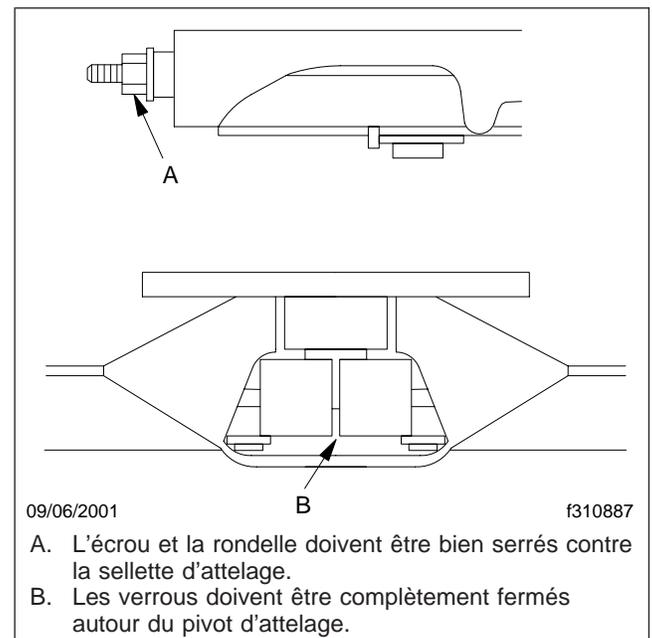

Fig. 4, Sellette d'attelage Holland bien fermée
3. À l'aide d'un testeur de verrouillage du pivot d'attelage Holland, numéro de pièce TF-TLN-1000 ou TF-TLN-5000, vérifiez le fonctionnement du mécanisme de verrouillage en ouvrant et fermant les verrous. Voir la **figure 4**.